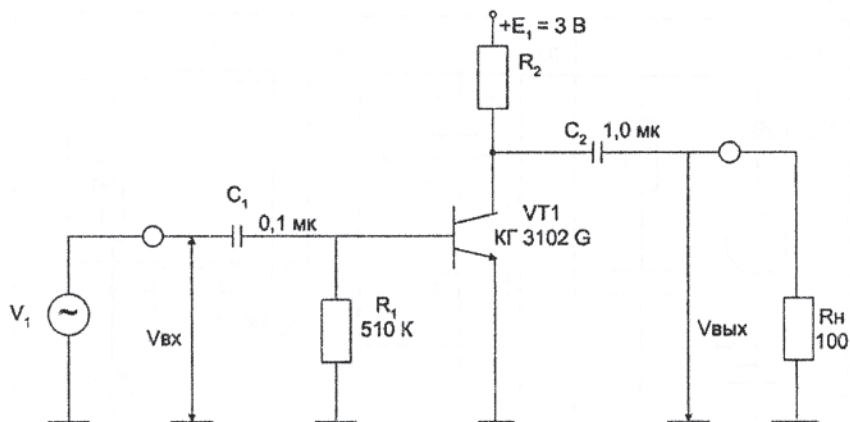

Рис. 8
1. Согласовать схему исследования (рис. 8).